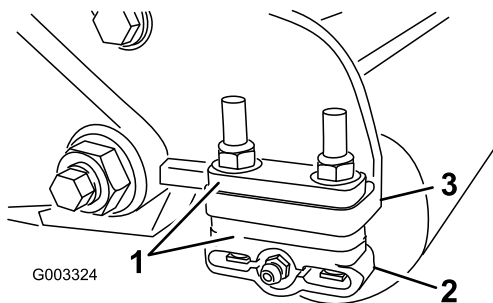

Figura 13
1. Ajuste os suportes do rolo traseiro (Figura 13) na altura desejada do limite de corte posicionando a quantidade necessária de cunhas por baixo da flange de montagem da placa lateral (Figura 13) de acordo com o quadro de altura de corte.